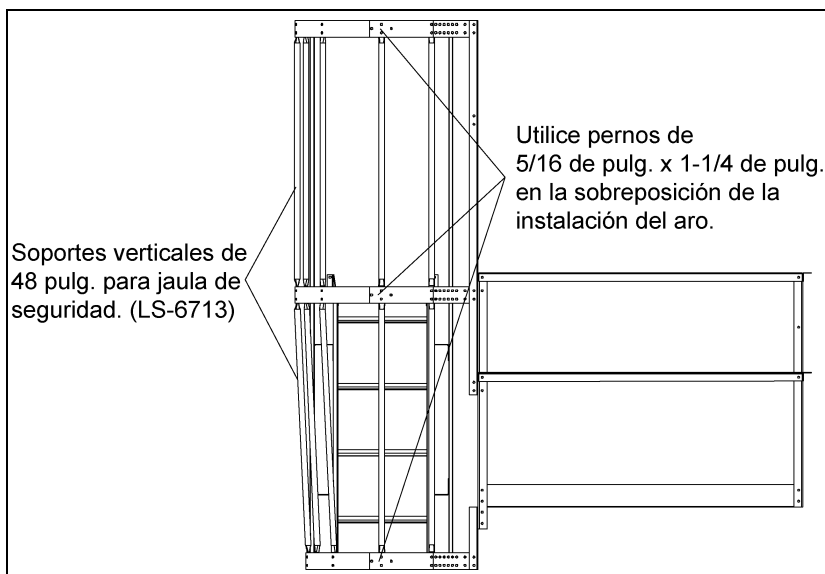

Figura 5N Soportes Verticales
Una vez que las instalaciones de los 3 aros se hayan colocado en su lugar, conecte los soportes verticales de 48 pulg. de instalación en instalación como se muestra en la Figura 5N. Esto requiere de diez (10) soportes, cinco (5) entre cada uno de los sets de aros. El segundo set de soportes verticales se debe doblar en el area plana para permitir la disminución gradual de la instalación del aro del fondo. Use pernos de 5/16 x 1 pulgadas (a menos que así se indique) con sus cabezas mirando hacia el interior de la jaula de seguridad.